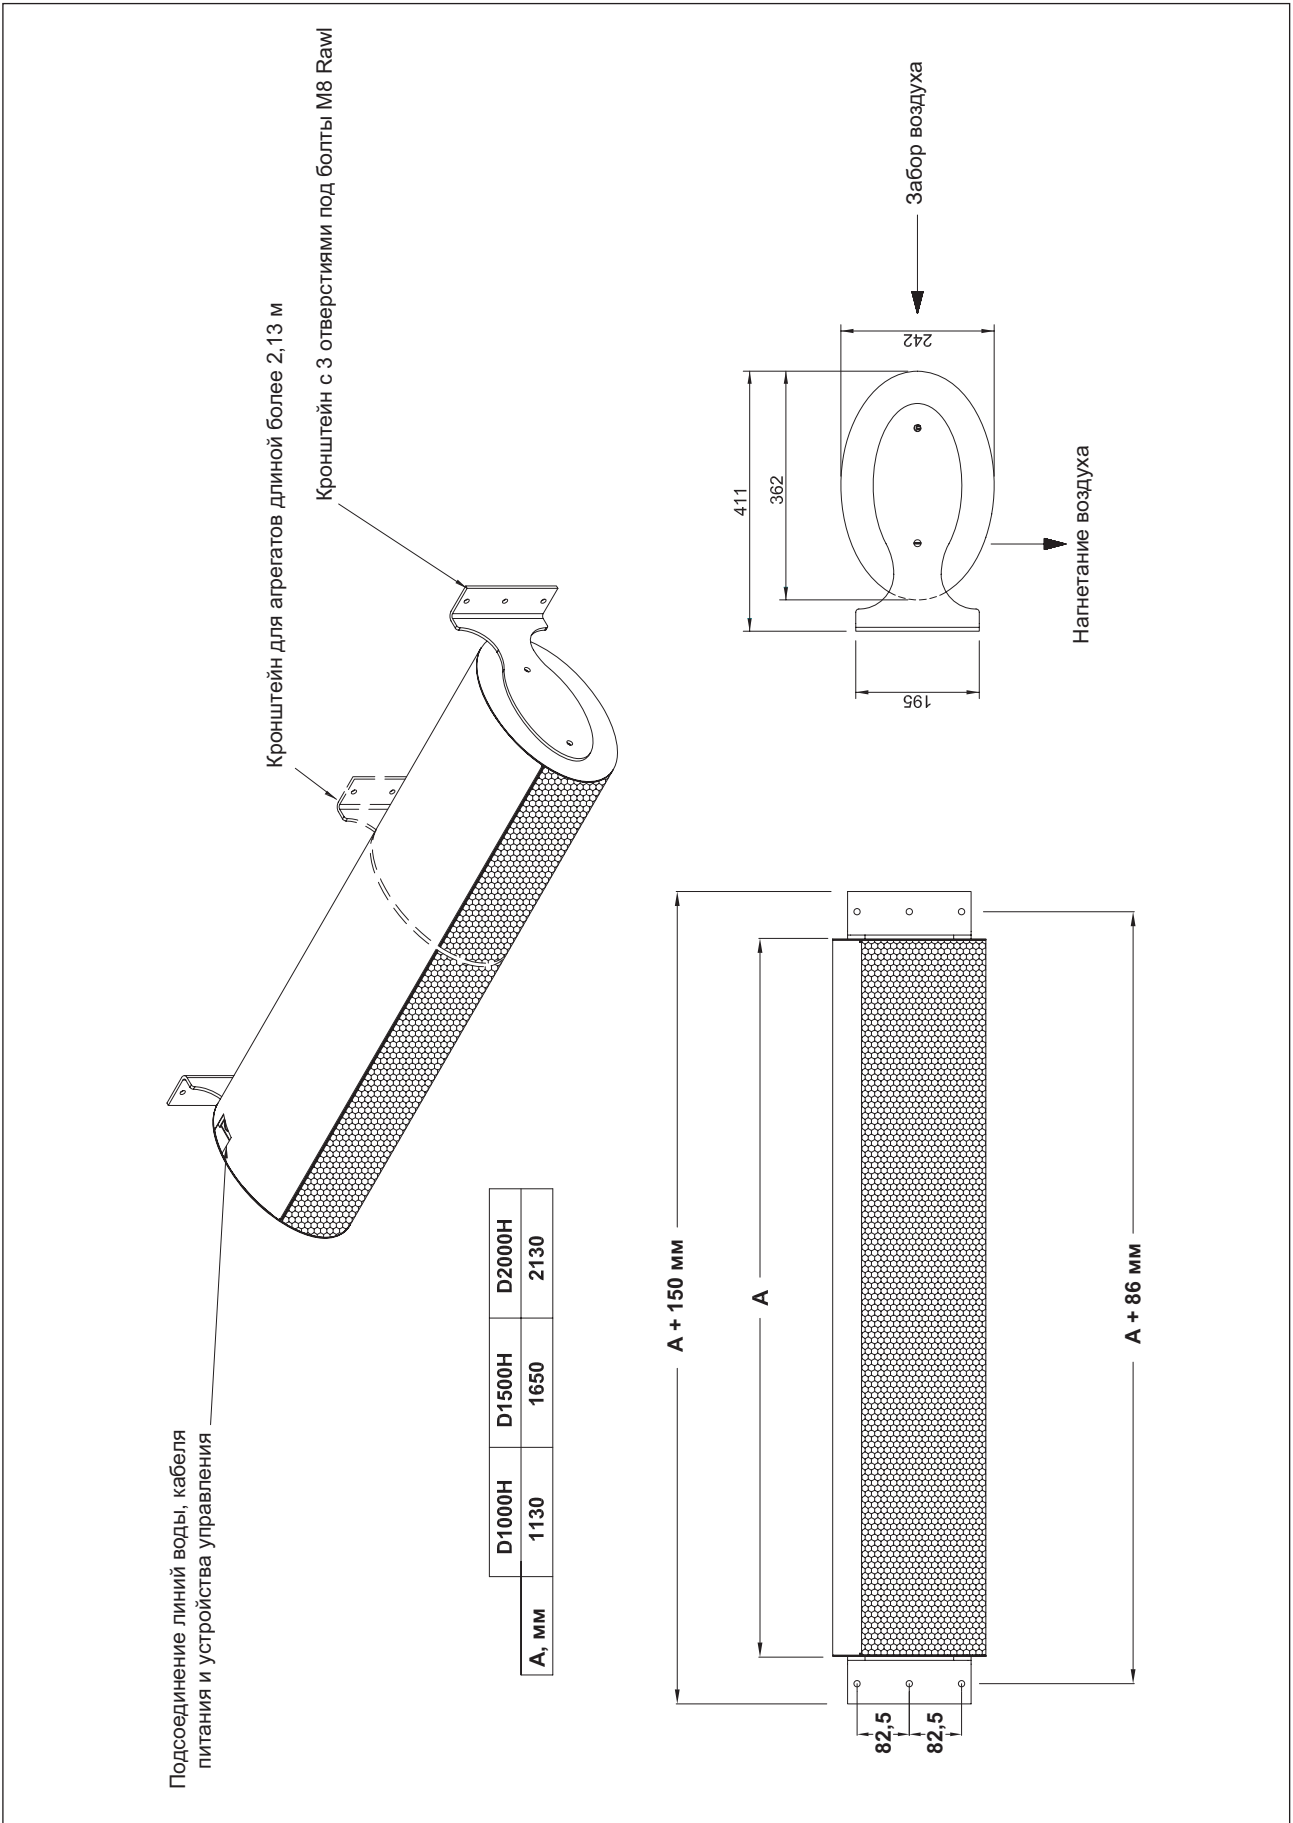

Рис. 51. Габаритные размеры горизонтальной завесы серии DESIGNER
- При электромонтаже горизонтальных завес DESIGNER следует использовать провода с соответствующей температурной характеристикой (жаростойкие) – только для моделей с электроподогревом. Точка подключения кабеля у горизонтальных завес DESIGNER расположена с левой стороны агрегата (см. рис. 51); на рис. 52 и 58 показана точка подключения кабеля для вертикальных завес (опционально). Силовой кабель и кабель устройства управления необходимо провести раздельно через кабельные короба (входят в комплект).